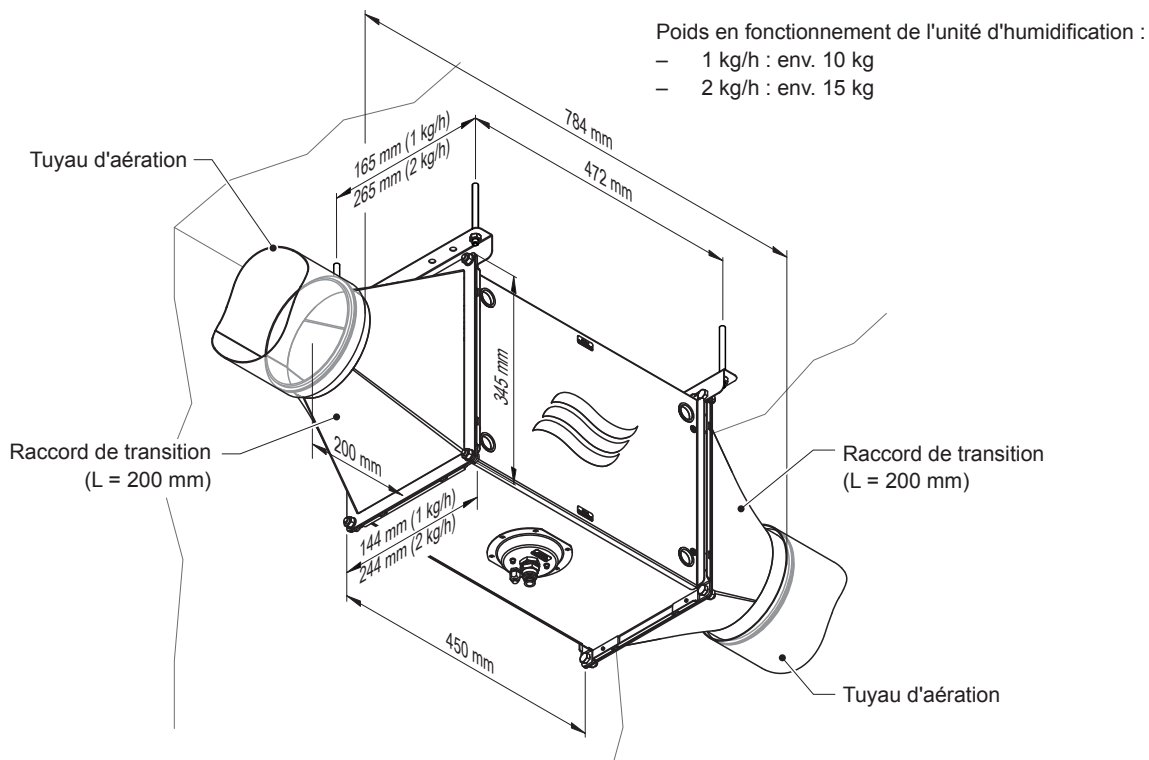
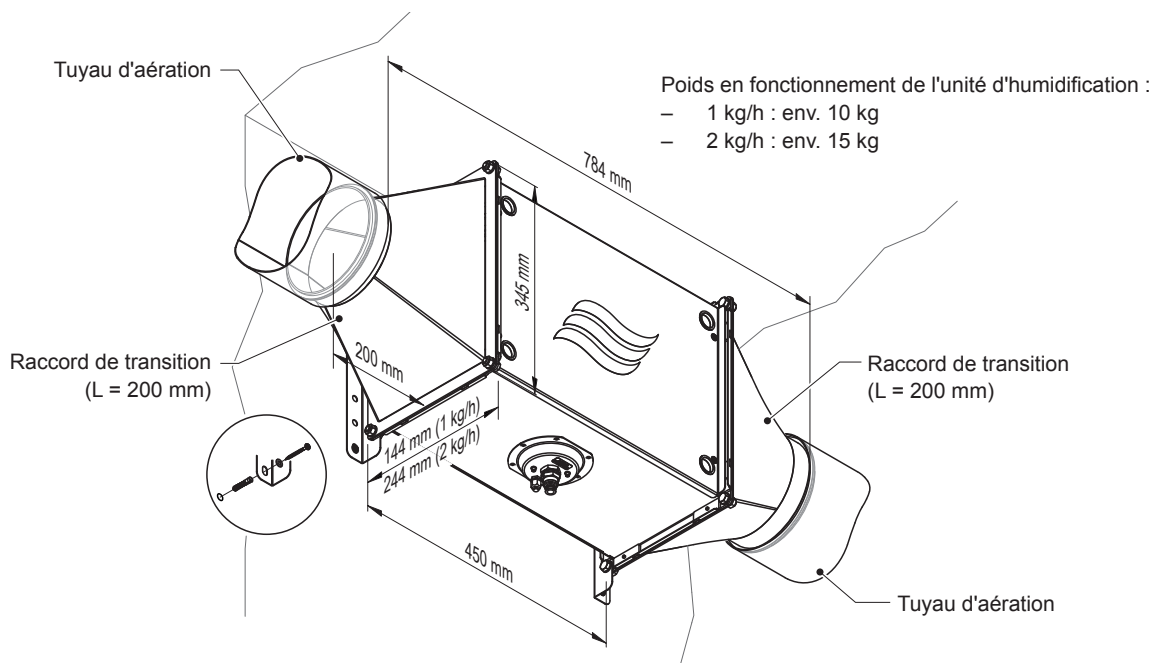

Fig. 7: Mesures montage au plafond unité d'humidification
Fig. 8: Mesures montage mural unité d'humidification
- Le plafond/mur auquel l'unité d'humidification ou l'unité hydraulique est fixée doit présenter une résistance suffisante (voir Fig. 7 et Fig. 8).